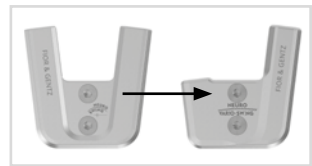

Fig. 33
- 4 Montez l'ensemble fonctionnel de l'articulation modulaire choisie dans la largeur modulaire appropriée (voir l'exemple Fig. 33).